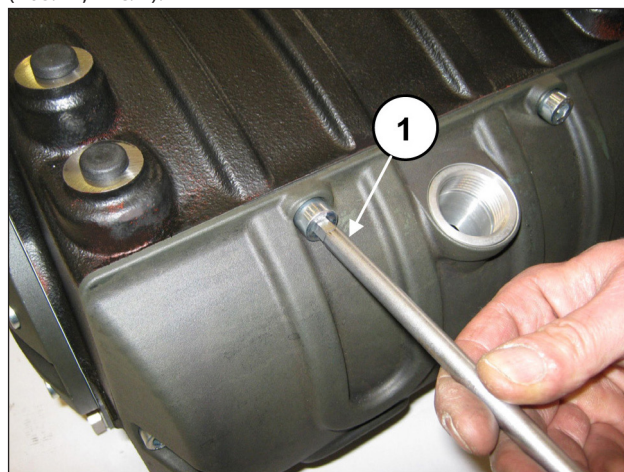

Рис. 2
Ниже описан правильный порядок действий. Полностью слейте масло из насоса, а затем снимите крышку картера (с соответствующим уплотнительным кольцом круглого сечения O-ring), открутив 6 винтов М10 (поз. ①, Рис. 2).